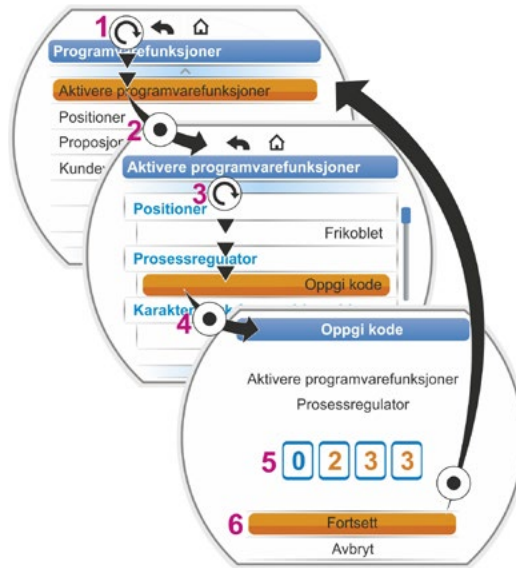

Fig. 2: Aktivere programvarefunksjon
2. Velg „Aktivering av programvarefunksjoner” (fig. 2, pos. 1) og bekreft (fig. 2, pos. 2). Meny vises med en liste over alle mulige programvarefunksjoner og status for disse: